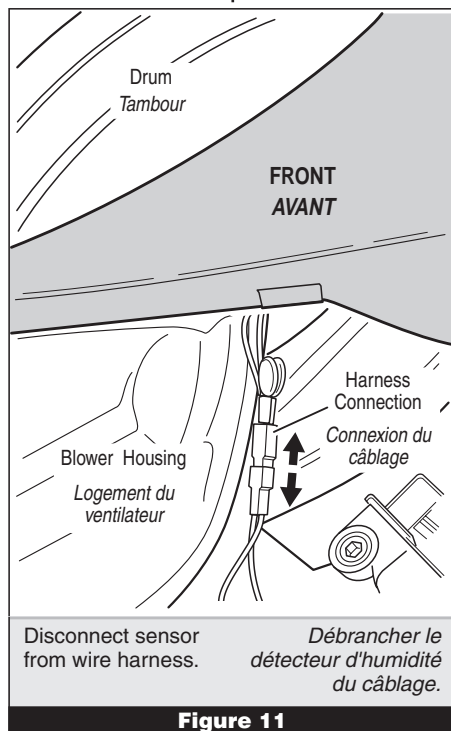

Figure 11
5. Access the moisture sensor by removing the toe panel (see Removing the toe panel, page 13). Disconnect the sensor from the wire harness. See figure 11.
5. Enlever le panneau de plinthe pour accéder au détecteur d'humidité (voir la page 13 - Dépose du panneau de plinthe). Débrancher le détecteur d'humidité du câblage. Voir figure 11.